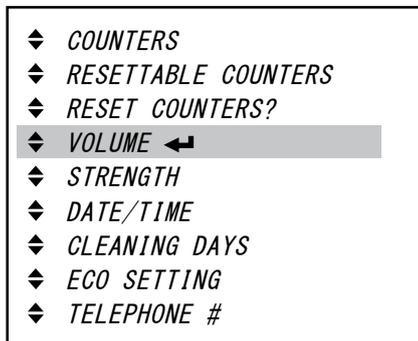

図35
1. エンターキー ◀ を押し、《VOLUME (分量)》を呼び出して、ください (図35)。